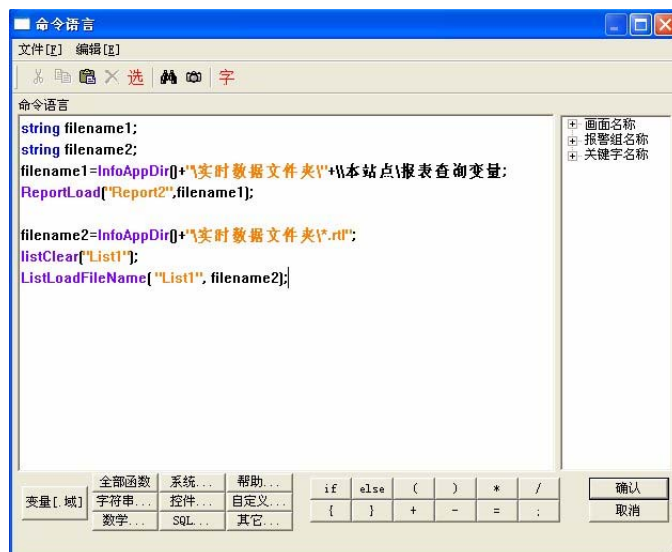

图 8-16
- 8、在按钮的弹起事件中输入如下命令语言，如图 8-16 所示：